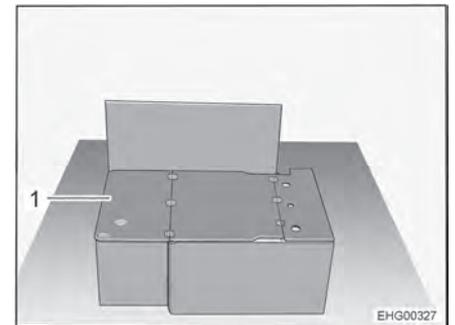

Fig. 23 Banco longitudinal sin cojines
- Abatir el tablero de soporte (Fig. 23,1) 180° y depositarlo en la tapa de baúl-banco.